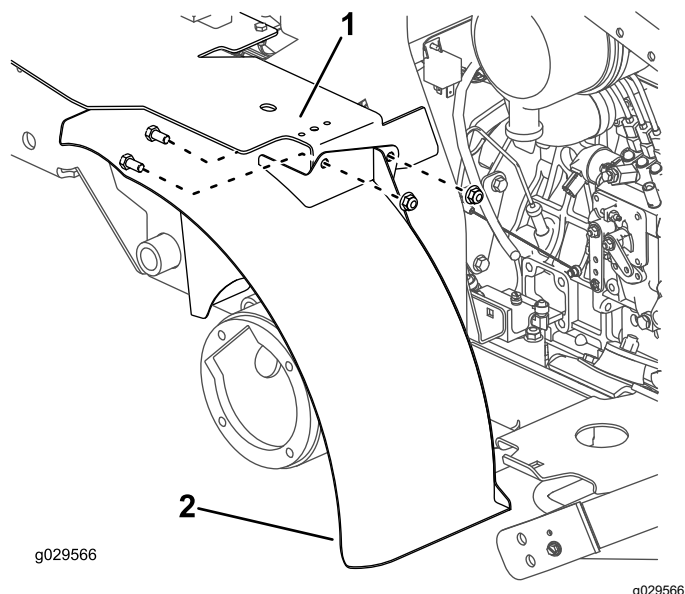

Figura 24
6. Montate, senza fissarla saldamente, la staffa della parte superiore del parafango sinistro sulla staffa del serbatoio del carburante con 2 bulloni (3/8 x 3/4 poll.) e 2 dadi (3/8 poll.), come illustrato nella Figura 24.